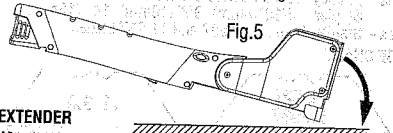

Fig. 5
2. Lance la clavadora y golpee el material que será engrapado con la placa de activación, tal como se muestra en la fig. 5.